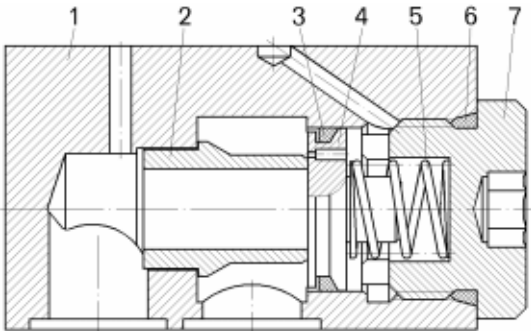

Рисунок 14.7 – Предохранительный клапан:
- отвернуть крышку 7 (рисунок 14.7);